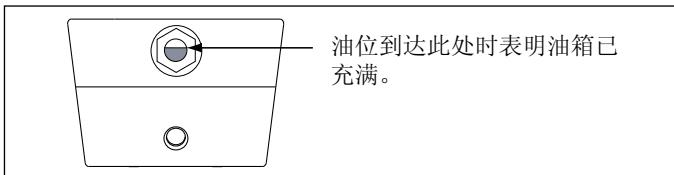

图 5 – 观察孔
启动前检查泵的油位，必要时，从盖板上拔掉 SAE #10 塞，然后给泵加油 (见图 3)。油位如图 5 所示时油箱满。
- 适合使用 Enerpac S 和 W 扭矩扳手及其他品牌扭矩扳手的 (-Q) 型泵：使用标有“Enerpac THQ-700 series - 700 bar/10,000 psi max”的软管。接头必须按照图 5 所示进行极化处理，以确保扳手操作正确性。操作前确保接头完全啮合并已拧紧。如果接头只是部分啮合，将会妨碍扳手正确操作。